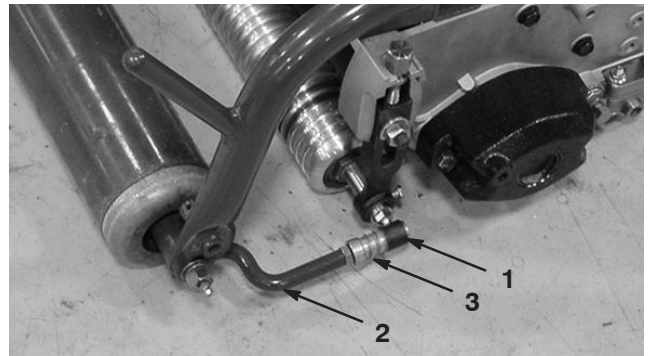

Figure 12
6. Alignez les boîtes des rotules de sorte que le côté ouvert soit centré vers la sphère. Serrez les contre-écrous pour fixer les boîtes de rotules en position (Fig. 12).